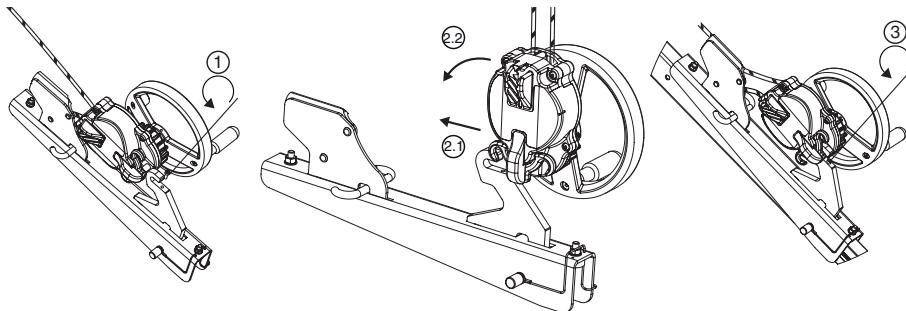

Fig. 8
6.3.4. Aparato Derope™ UP R (Fig. 8, 9 y 10)
El aparato Derope™ UP R debe ser fijado en la pata del trípode tracpode de Tractel® como está indicado en la Fig. 8. Cualquier otra fijación en otro punto del trípode tracpode de Tractel® está prohibida.
1. Destornillar el tornillo de bloqueo del gancho de enganche de la consola para aparato Derope™ UP R (Fig. 8,1).
2. Colocar el aparato Derope™ UP R en el gancho de enganche (Fig. 8, 2.1 – 2.2).
3. Volver a atornillar el tornillo de bloqueo para impedir que el aparato se despegue de su consola (Fig. 8, 3) y verificar que está bien colocado y apretado.